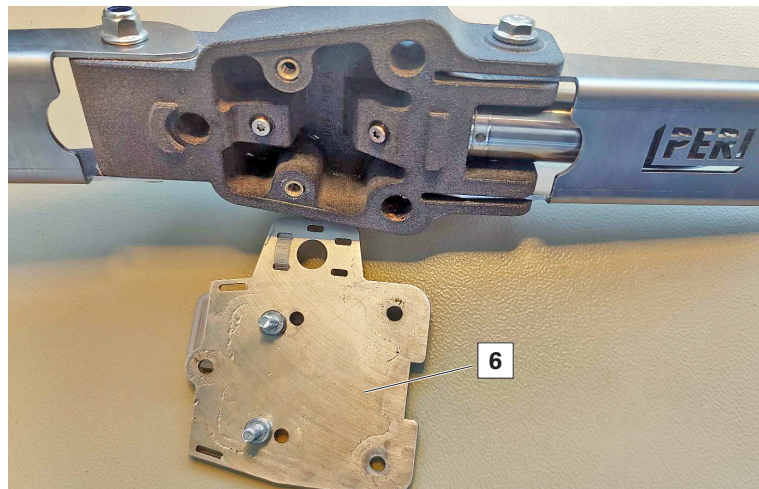

Fig. 11
25. Une fois que l'appareil est étanche, revisser la platine de pied (6). (Fig. 11)